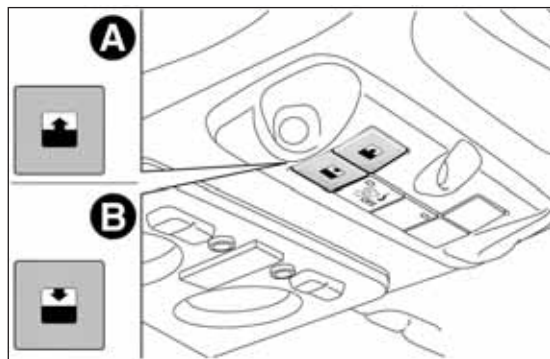

fig. 63
Il funzionamento del tetto apribile avviene solo con chiave di avviamento in posizione MAR. I comandi A e B fig. 63, ubicati sulla mostrina accanto alla plafoniera anteriore, comandano le funzioni di apertura/chiusura del tetto.
Premi il pulsante A fig. 63 e mantienilo premuto: il pannello vetro anteriore si porterà in posizione "spoiler". Premi nuovamente il pulsante A e, agendo sul comando per più di mezzo secondo, per innescare il movimento del cristallo del tetto, che proseguirà automaticamente fino ad una posizione intermedia (posizione "Comfort").
Dalla posizione di apertura completa, premi il pulsante B fig. 63: se premi sul pulsante per più di mezzo secondo, il pannello vetro anteriore del tetto si porterà automaticamente in posizione intermedia (posizione "Comfort").
- ☐ premi il pulsante B fig. 63 fino alla completa chiusura del tetto. Rilascia poi il pulsante;